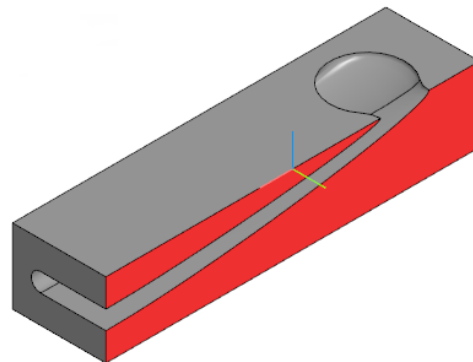

Рис. 16.
11.6. Создания сечения поверхностью: на панели **Элементы тела** нажмите кнопку  **Сечение поверхностью**. В **Дереве построения** выберите **Плоскость ZX**, смените направление отсечения. Способ задания отображения - **Вручную**, цвет сечения **Красный**. Нажмите кнопку **Создать объект** (рис. 16).